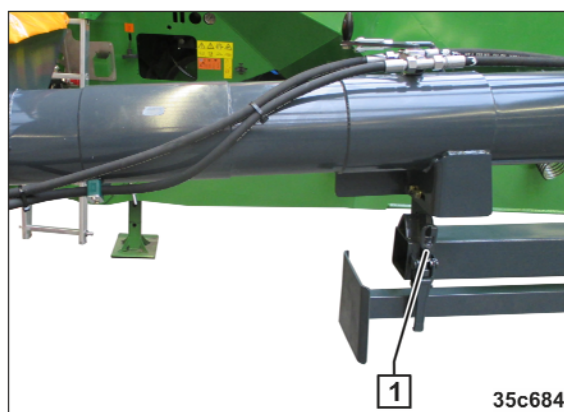

Bild 216
3. Lossa förreglingen (Bild 216/1).
16. Sväng påfyllningsskruven över ramen och lås den (se Bild 216/1).